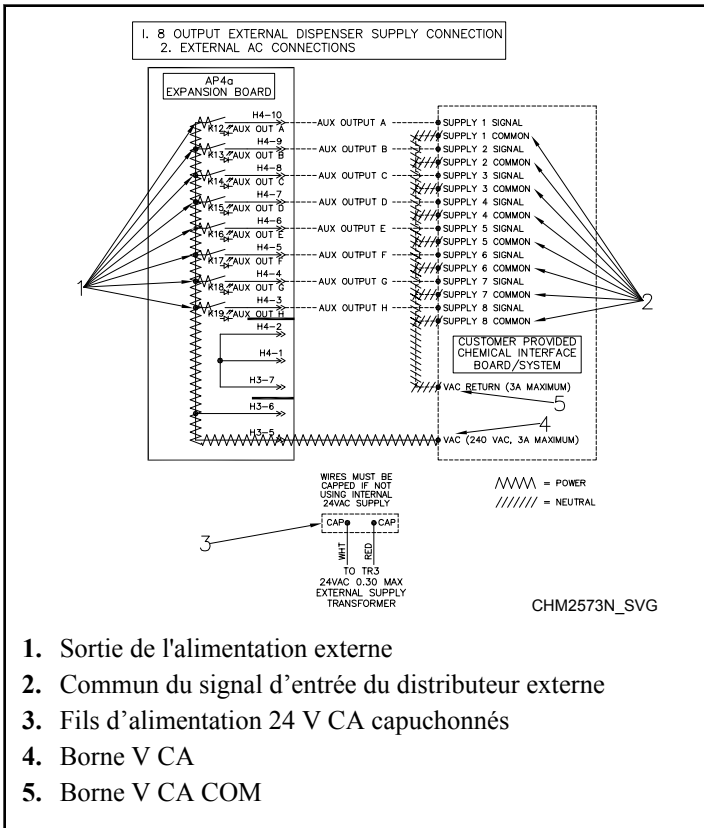
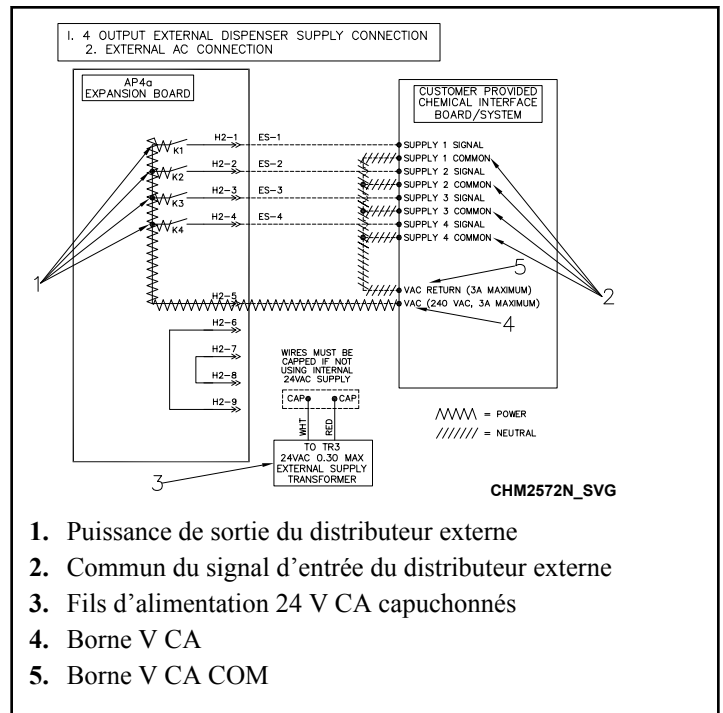

Figure 39
Figure 40
2. Brancher une extrémité de la source d'alimentation externe à « RELAY COM » et l'autre extrémité à la borne commune des signaux d'entrée du distributeur externe. Voir Figure 39 et Figure 40 .